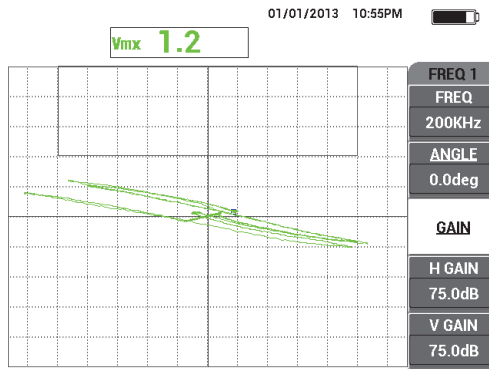

Abbildung 5-55 Erstreckende Signale auf dem Bildschirm
3. Prüfen Sie den Justierkörper mit einer Vor-und-Zurück-Bewegung. Drücken Sie die Direktzugriffstaste GAIN (**dB**) und stellen Sie mit dem Drehknopf die Signalamplitude ein, bis sich die Signale zu ca. 80 % auf der Bildschirmbreite erstrecken (siehe Abbildung 5-55 auf Seite 181).